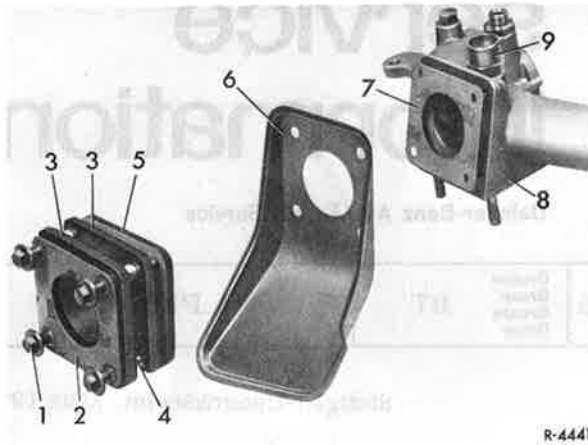

Bild 1
Der Flansch des Vergasers bleibt gleich, dagegen wurden der Gummiflansch (3), der Isolierflansch (5) und die Befestigungsbohrungen am Saugrohr geändert. Ferner wird ein neues Abschirmblech (6) eingebaut (Bild 1).
Die Montage des Gummiflansches ist in der Reihenfolge nach Bild 1 vorzunehmen. Zum Festschrauben des